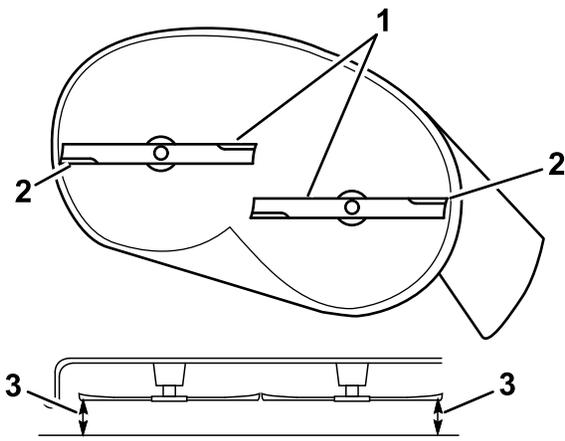

図 58
- 左右の外側の刃先と平らな床面との距離を測定する 図 58。